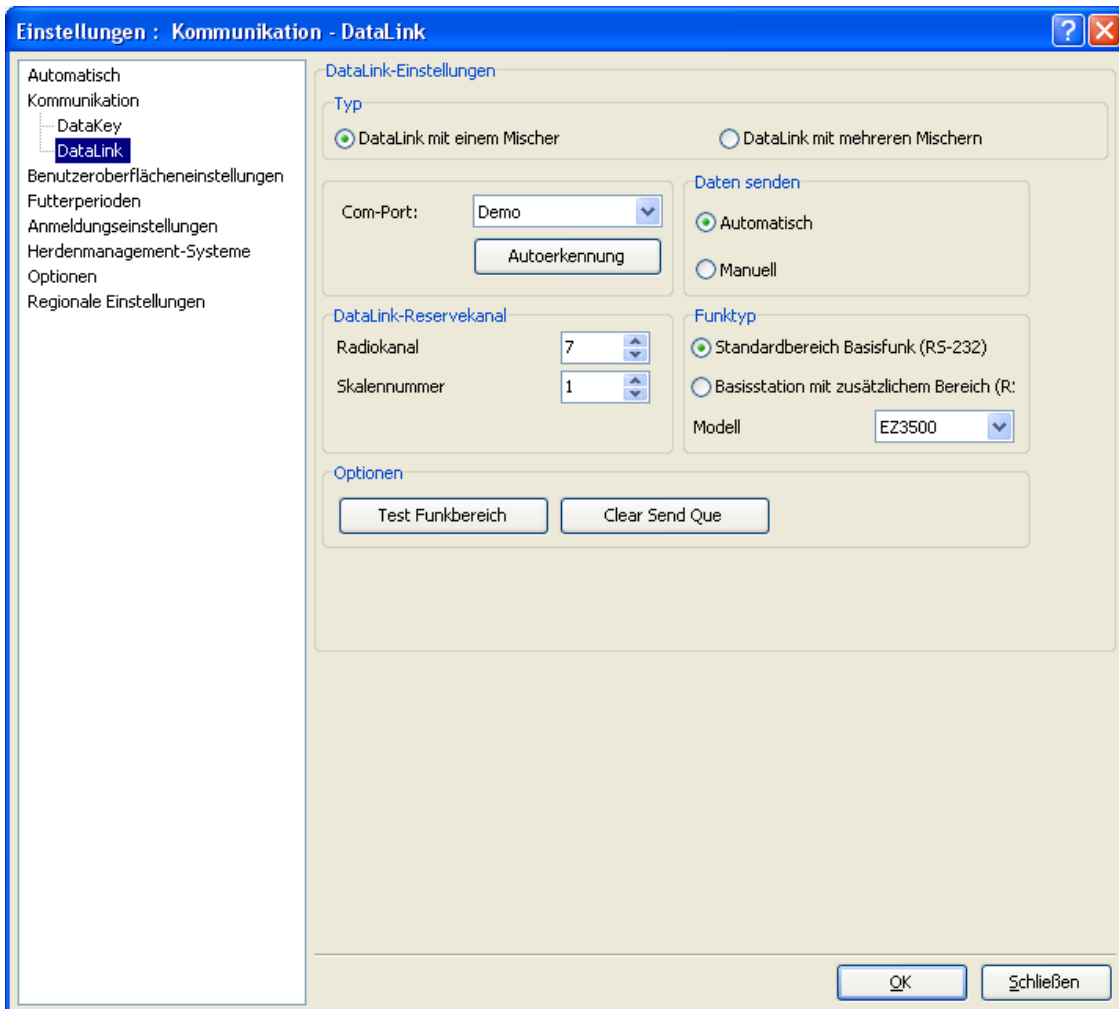

Abb. 7
- Gehen Sie danach auf „DataLink“ und wählen Sie die in Abbildung 7 angegebenen Einstellungen aus.